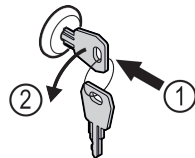

Fig. 183
- Inserire la chiave. Fig. 183 (1)
- Ruotare la chiave di 90° in senso antiorario. Fig. 183 (2)